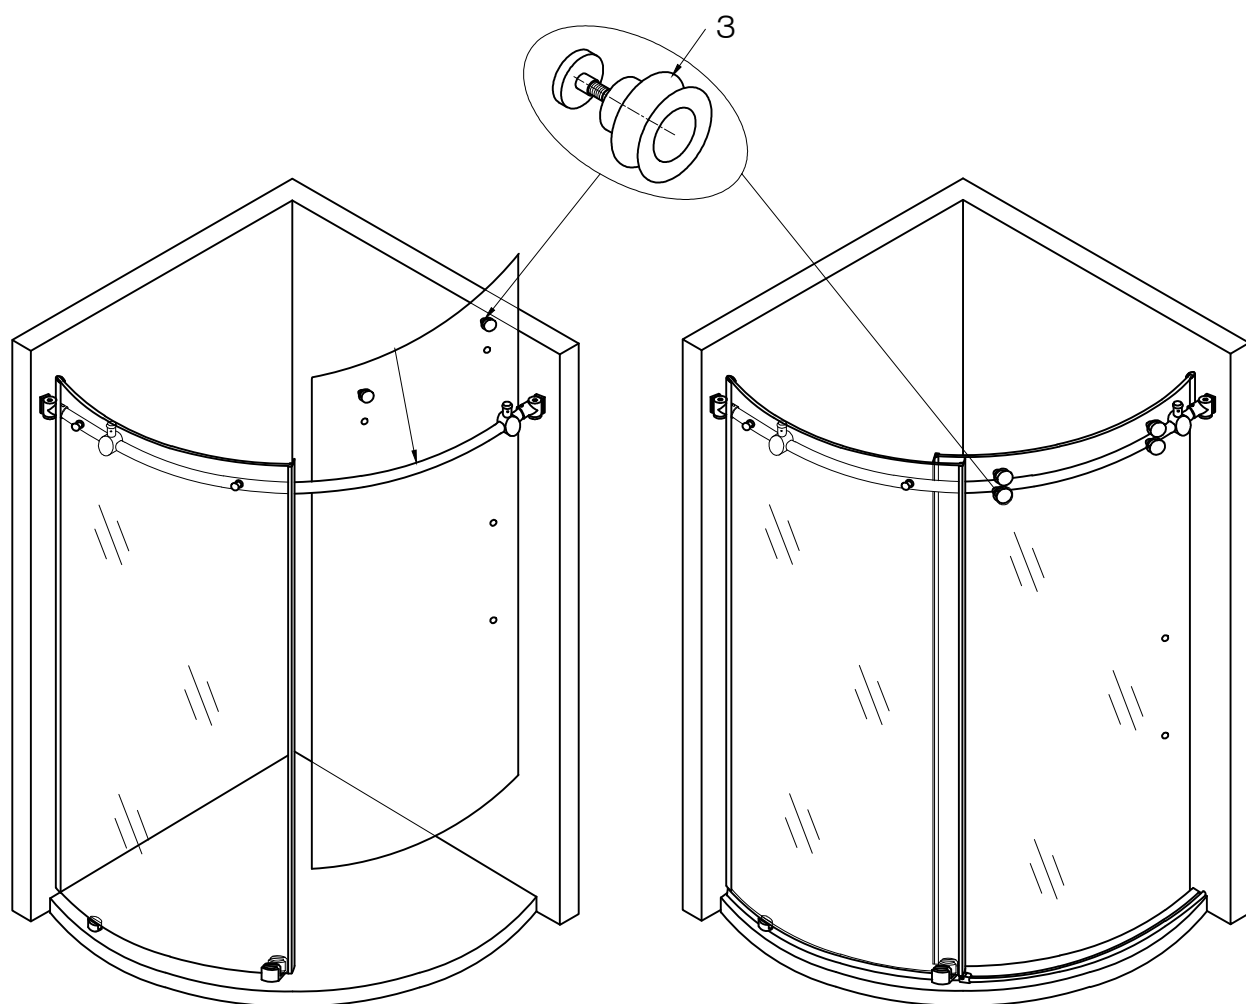

FIG. 7
3. Coloque las dos ruedillas superiores y el conjunto del panel de la puerta (nro. 5) en el travesaño estructural (nro. 11). [CONSULTE LA FIG.7] Observe que las ruedillas tienen un mecanismo incorporado que les permite ajustarse a paredes que no se encuentren por completo perpendiculares al piso. De ser necesario, saque el tornillo de ajuste y rote la ruedilla individual. Eso aumentará o disminuirá la altura a la cual la ruedilla se apoya sobre el travesaño estructural. Sírvase consultar los "Ajustes de ruedillas para adaptarse a aberturas cuadradas" en las páginas 14 a 17. Después de haber ajustado como corresponde las ruedillas y de que la puerta se encuentre derecha cuando esté cerrada, habrá terminado con el ajuste. Apriete bien los tornillos de ajuste e instale de nuevo las tapas de la ruedilla. [CONSULTE LA FIG. 6A]
5. Atornille las dos ruedillas inferiores (nro. 3) al panel de la puerta. [CONSULTE LA FIG. 7] Rote las ruedillas inferiores hasta que se encuentren ajustadas contra el travesaño estructural (nro. 11).